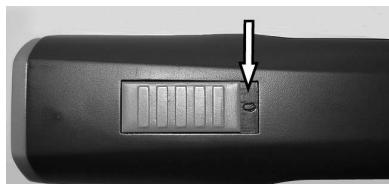

Fig. 4 Interruttore in posizione ferma ("0")
1. Metta l'interruttore sulla posizione azzerata "0" (fig. 4).
2. Faccia pressione sulle due leve ai lati della batteria (2) e le levi dalla tosatrice (1).